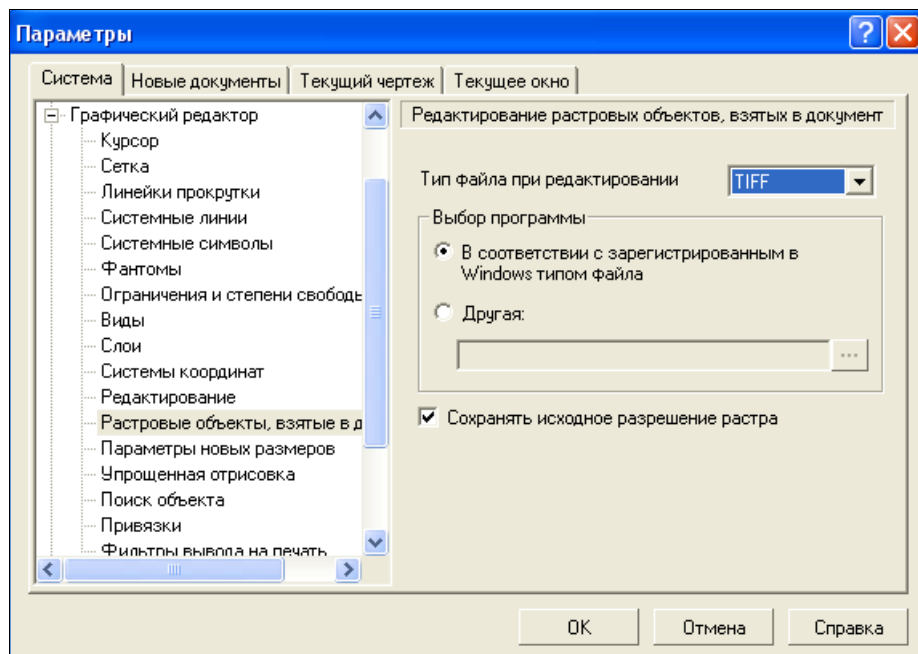

Рис. 25.17. Диалоговое окно **Параметры**, и раздел **Растровые документы, взятые в документ**
- откройте вкладку **Система**. Откройте разделы **Графический редактор ► Растровые документы, взятые в документ**. В правой части откроется панель с тем же названием (рис. 25.17);